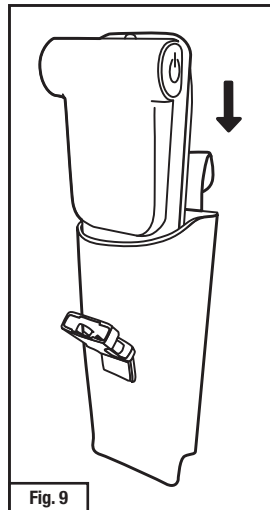

Fig. 9
3. Puede usar la funda de uso rudo en cualquier lado del cinturón; si elige usar la batería y funda en el lado **derecho** del cinturón, deslice el adaptador TR-659 con batería en la funda con el lado de la batería hacia el enlace del cinturón (posterior) de la funda (Fig. 9).